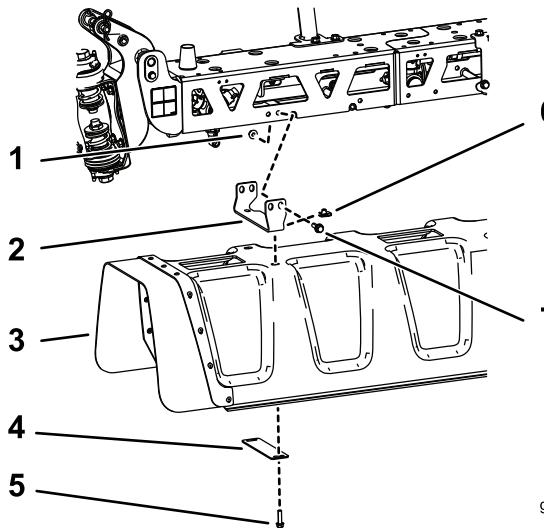

図9
1. 中央カバーをブラケットに取り付けるUナット8個、ワッシャプレート4枚、六角ヘッドボルト5/16 x 1-1/4 インチ8本を使用して図9のように取り付ける。